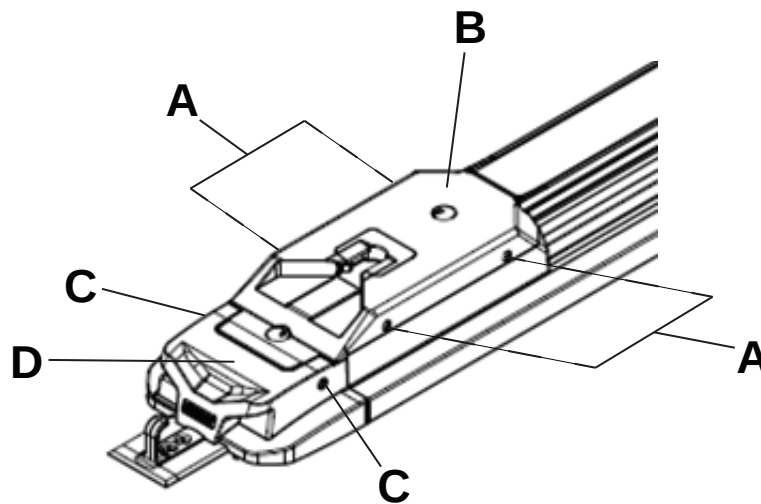

Figura 13 – Conjunto de funda del extremo de los pies
9. Con un destornillador Torx T27, retire los cuatro tornillos de cabeza cilíndrica Allen (A) que aseguran el conjunto de funda del extremo de los pies (B) al conjunto de transferencia (Figura 13). Guarde los tornillos.
10. Con un destornillador Torx T27, retire los dos tornillos de cabeza cilíndrica de botón (C) que aseguran el conjunto de funda del extremo de los pies al conjunto ojival del extremo de los pies (D) (Figura 13). Guarde los tornillos.